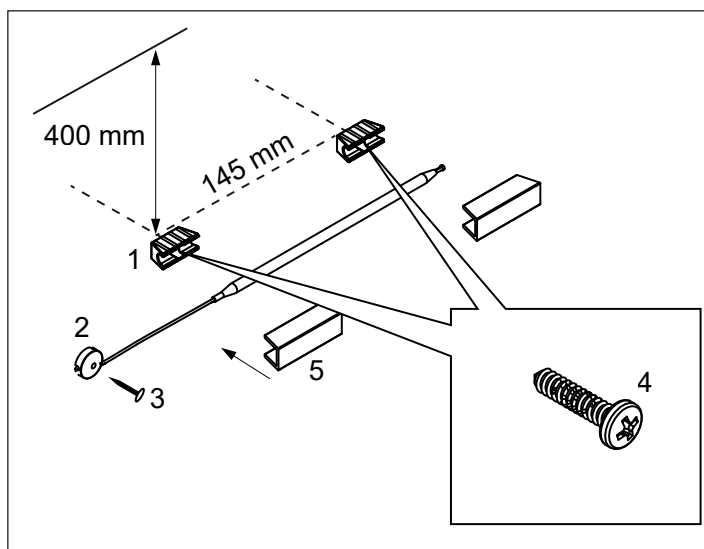
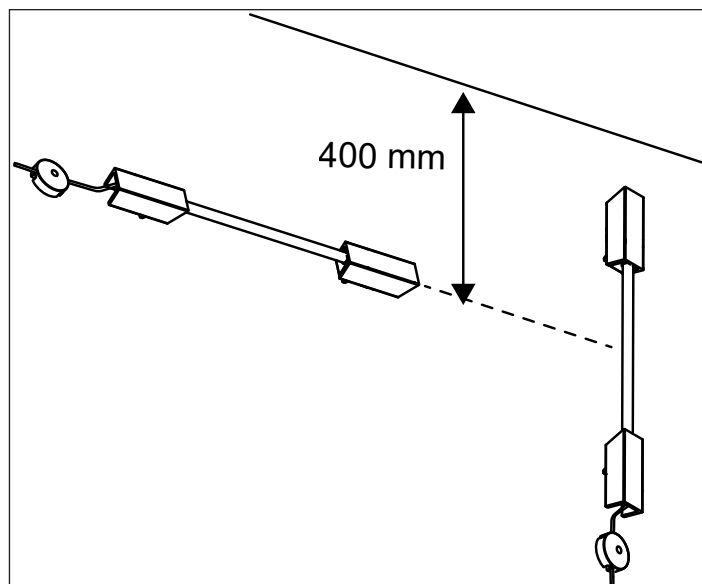
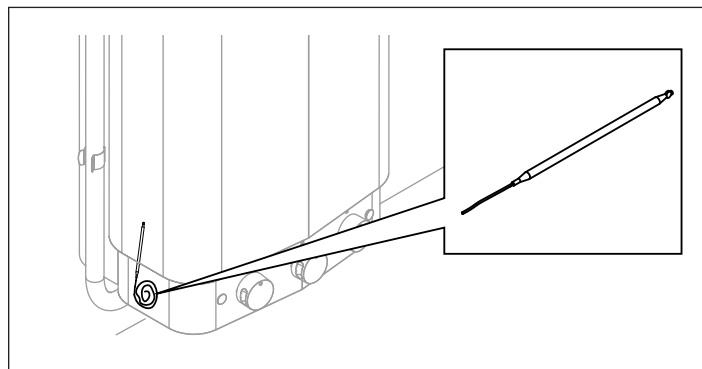

Рис. 16: Установка датчика температуры
Рис. 17: Размещение датчика температуры
Рис. 18: Поиск датчика температуры
Установите держатели датчиков температуры (см. (1) на рис. 16) на расстоянии 400 мм от потолка и 145 мм друг от друга с помощью двух комплектных винтов (4).
Установите датчик температуры (расположен сбоку нагревателя, см. рис. 18) и прикрепите защитные крышки (2) и зафиксируйте капиллярную трубку скобами (2) и паркетным гвоздем (3) (см. рис. 16). Датчик можно установить как вертикально, так и горизонтально (см. рис. 17)
Перед подключением устройства к источникам напряжения или числу фаз, не указанному в схеме соединений на рис. 17, свяжитесь с отделом обслуживания клиентов TylöHelo.